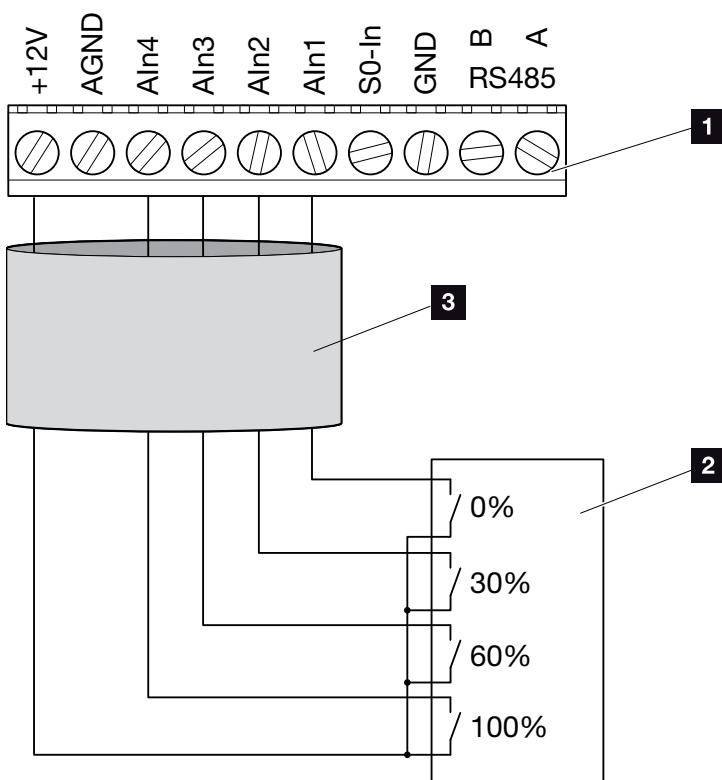

Fig. 58: Tilslutning fjernovervågningsmodtager
3. Slut fjernovervågningsmodtageren til Master-vekselstrømsomformeren **Fig. 58 pos. 1** ved tilslutningsklemmen (10-polet). **Fig. 58**